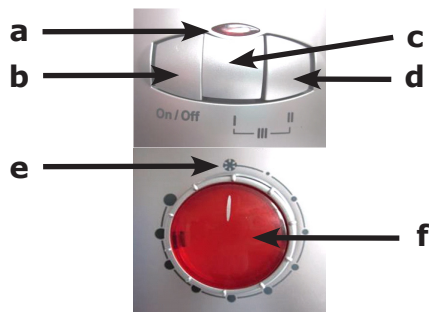
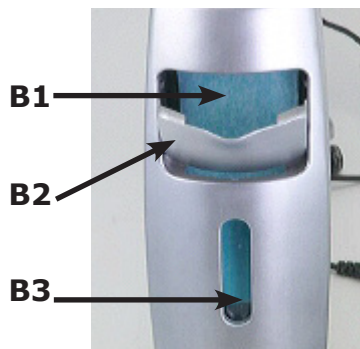

Fig. 3
Fig. 14 : Humidificateur
| B. Humidificateur (détail fig. 14) | F. Boutons de commandes (détail fig. 3) |
2. Tourner le bouton du thermostat f (fig. 3) dans le sens des aiguilles d'une montre jusqu'en butée en position maximum.
1. Mettre le bouton b en position On (fig. 3).
2. Presser le bouton c (I) ou le bouton d (II).